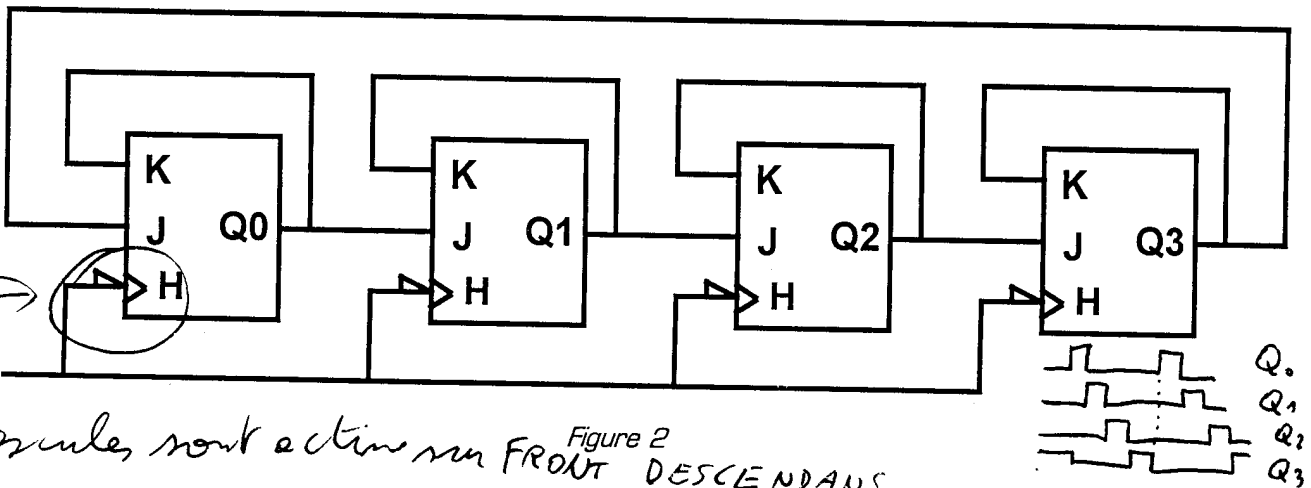

Figure 2
On donne à la figure 2 le schéma d'un montage synchrone, possédant 1 entrée H et 4 sorties Q0 à Q3.
④ II - 1 - Tracer, en les synchronisant, les chronogrammes des signaux H, Q0, Q1, Q2 et Q3 du montage de la figure 2 sachant que :